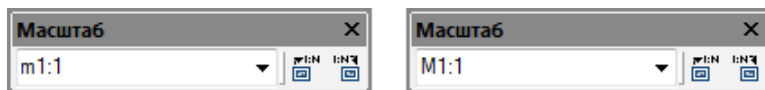

Рис. 3.23. Панель инструментов **Масштаб** (два режима)
- ◆ Режим отмечается маленькой буквой **m** (m1:1) на панели инструментов **Масштаб** (рис. 3.23).
- ◆ Режим сигнализируется большой буквой **M** (M1:1) на панели инструментов **Масштаб** (см. рис. 3.23).